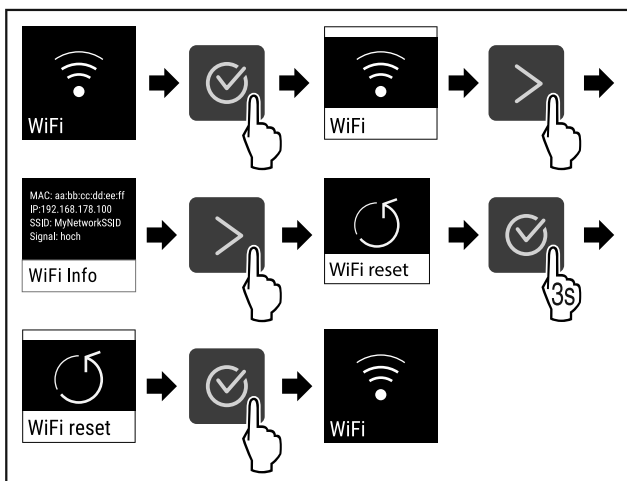

Fig. 87
- ▶ Wykonać czynności (patrz Fig. 87).